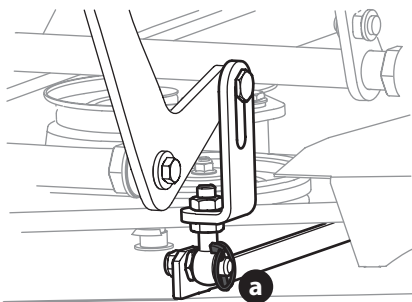

Figure 56
4. Retirez les quatre goupilles (a) qui fixent le plateau de coupe à l'ensemble de levage du plateau de coupe (Figure 56).